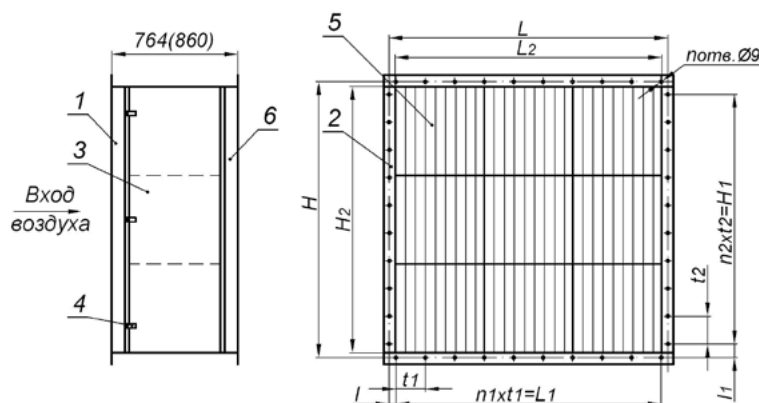

Рис.1 Схема секции складчатого фильтра.
Секция складчатого фильтра (рис.1) состоит из металлического корпуса (1), имеющего на входе и выходе фланцы (2) для соединения с фланцами вентиляционной системы посредством болтовых соединений через уплотнительную резину. С одной из сторон секция имеет дверь (3), которая уплотняется с корпусом за счет размещенных на ней специальных прижимов.
В процессе эксплуатации фильтров ФяС (рис.1) следует контролировать их аэродинамическое сопротивление (перепад давления) по показаниям манометра, присоединенного к двум штуцерам (6) секции ССФ.